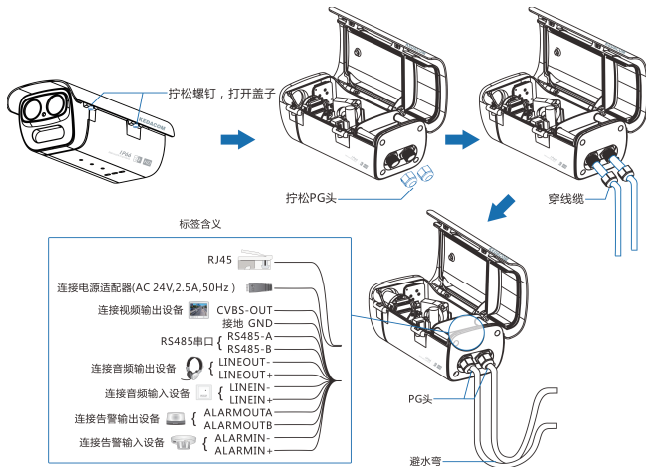

图 2
1. 打开机身上盖，将线缆穿进机身，在机身内部完成线缆连接，拧紧 PG 头，上电。标签含义如图 2。